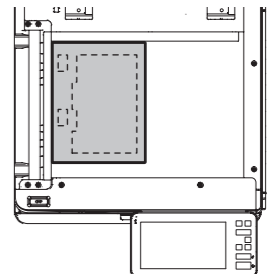

Fig. 2
- Legen Sie den Testdruck auf das Vorlagenglas und drücken Sie auf [OK] (Fig.2).
- Coloque la plantilla de prueba sobre el cristal de originales y pulse [OK] (Fig.2).
- 将测试图放在原稿玻璃上, 按 [OK] (Fig. 2)。